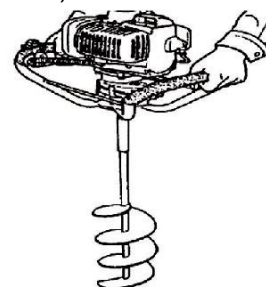

Рис. 6
1. Крепко держите рукоятки двумя руками, чтобы аппарат не нарушил Ваше равновесие (Рис.6).